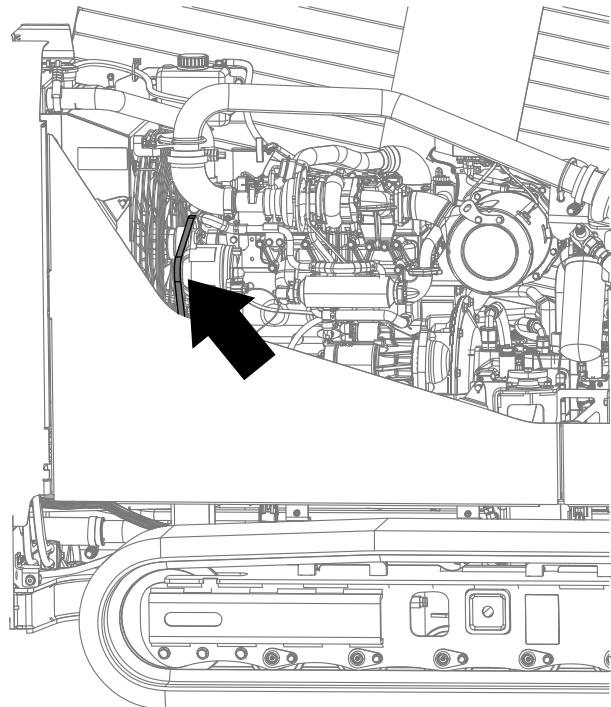

Figure 110
3. Vérifiez la courroie à la recherche de coupures, craquelures, fibres détachées, traces de graisse ou d'huile, vrilage ou signes d'usure anormale (Figure 110).
3. Placez une règle par-dessus la courroie d' entraînement et en travers des poulies (Figure 110).
4. Appuyez sur la courroie à mi-chemin entre la poulie de ventilateur et la poulie d' alternateur, comme montré à la Figure 110.